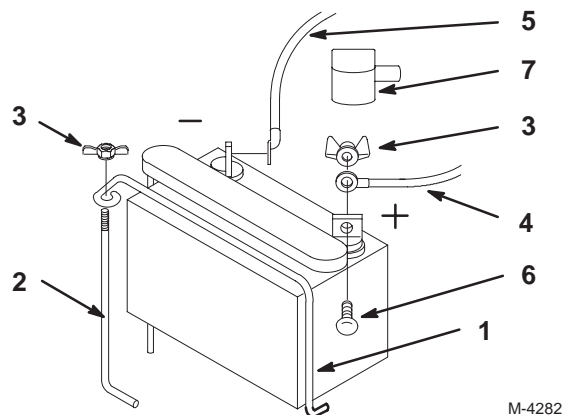

Figure 7
1. Montez la batterie sur son support en prenant soin de diriger les bornes vers le réservoir de carburant (Fig. 7).
2. Fixez la batterie avec l'étrier, la tige de maintien et l'écrou papillon (Fig. 7).
3. Placez le capuchon rouge de la borne sur le câble rouge de la batterie (Fig. 7).
4. Branchez le câble positif de la batterie à la borne positive (+) et le câble négatif à la borne négative (-), et fixez-les en place à l'aide des vis de carrossier et des contre-écrous (Fig. 7).